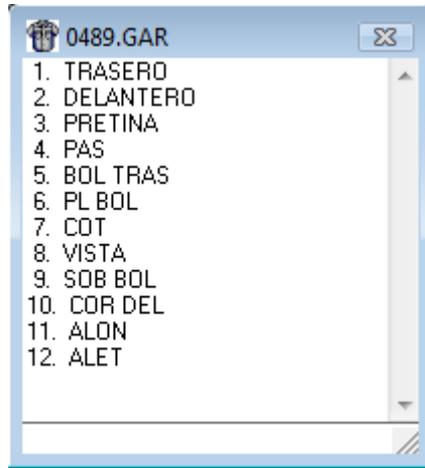

Figura 1-3 La ventana de prenda.
**La ventana de prenda:** En la ventana de prenda aparecen los nombres de todos los patrones que componen una prenda. Para ver el patrón, seleccione un nombre y escoja "Abrir archivo de patrón" desde el menú "Prenda" o haga doble clic sobre el nombre. La Figura 1-3 muestra un ejemplo de la ventana de prenda.